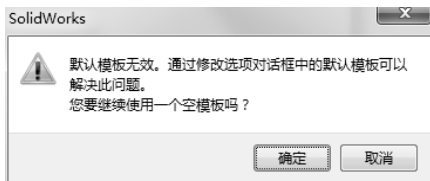

图 8-75 询问对话框
- [2] 出现询问对话框，如图 8-75 所示。然后单击【确定】按钮。